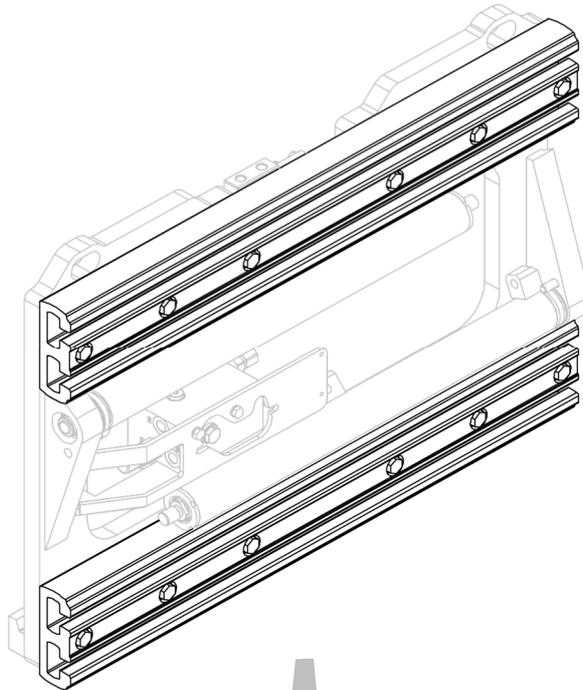
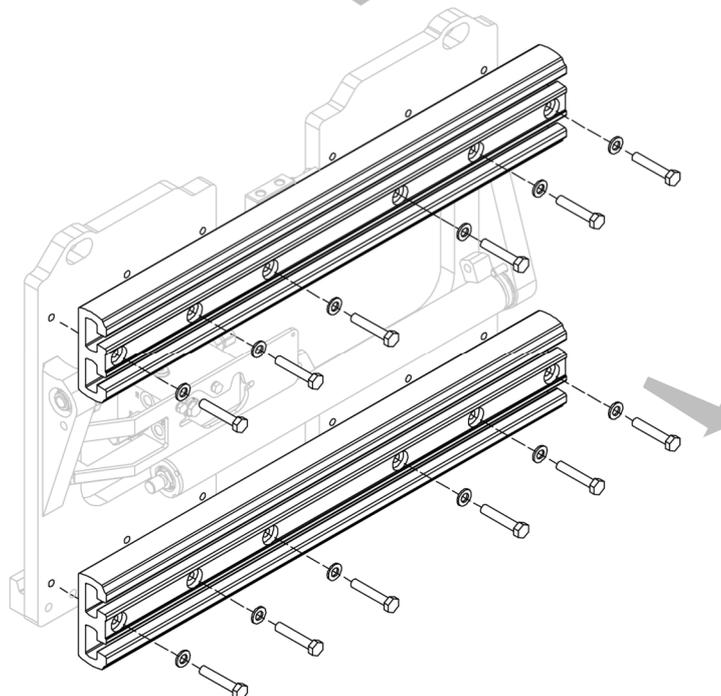

Figure 29
Figure 30
2. Retirer, un par un, les profils en aluminium après avoir dévissé les vis appropriées (voir *Figure 29* et *Figure 30*).